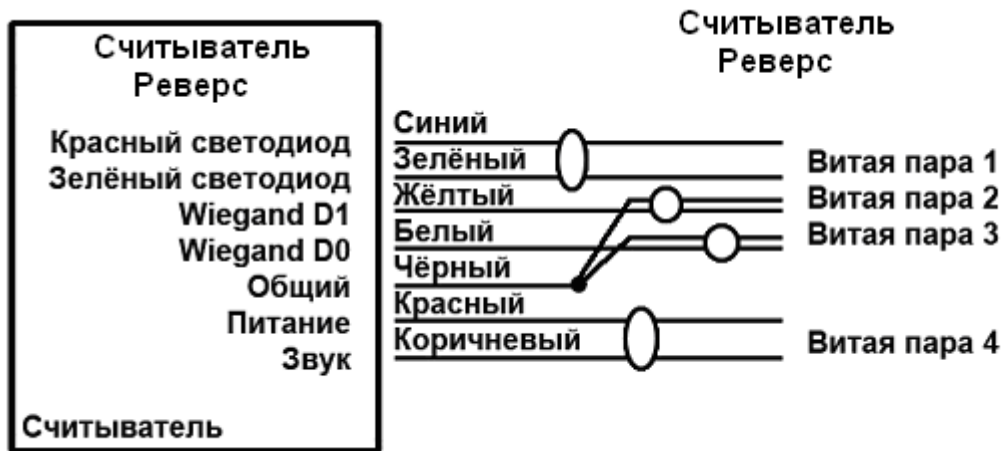

Рисунок 8.2.б Подключение считывателя с использованием витой пары
8.3.1 Подключение считывателей к контроллеру показано на рисунок 8.2а и рисунок 8.2б.
Рисунок 8.2а. Подключение считывателей с использованием CQR-8
8.3.3 Для подключения считывателя, с использованием 4-х витых пар необходимо использовать схему, приведенную на рисунок 8.2б.